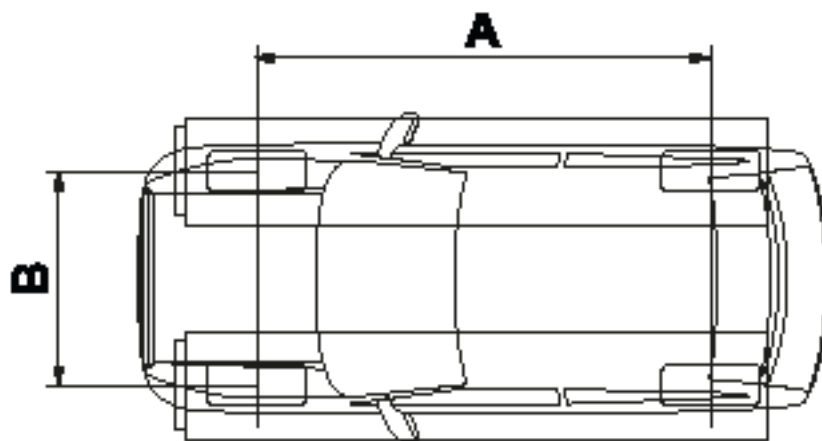

Fig. 2
- Distanza minima dei punti di sollevamento (A) 3000 mm (Fig. 2).
- Carreggiata minima (B) 1700 mm (Fig. 2).